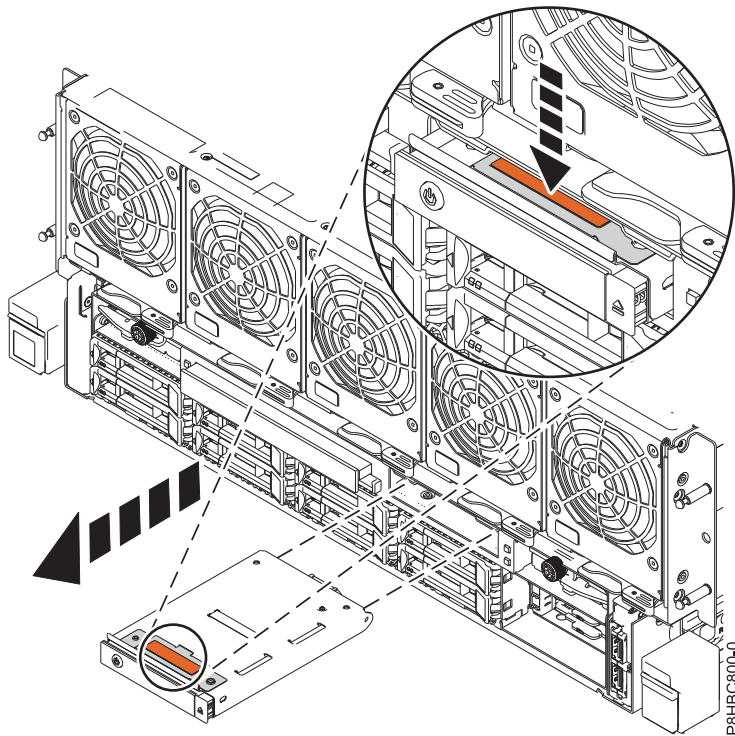

Abbildung 3. Steuerkonsole ausbauen
- a. Drücken Sie auf die terrakottafarbene Lasche und schieben Sie die Steuerkonsole anschließend gerade aus dem Steckplatz heraus. Siehe Abb. 3 auf Seite 5.